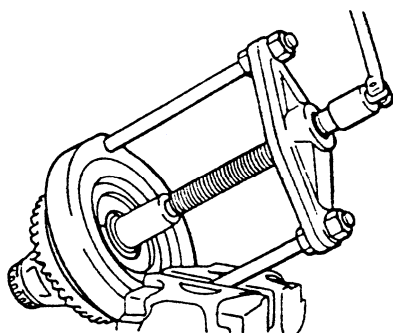

图 4-106 拆卸边轴承内座圈
(2) 拆卸边轴承内座圈时，按图 4-106 所示用拉拔器拆卸差速器轴承。用铁丝将垫片、轴承座以及轴承座圈固定在一起。并将拆卸的位置区分清楚（从动大齿轮或对面侧）继续按上述方式拆卸其他轴承座圈。注意当轴承拆下后，不可重复使用，安装时必须更换新件。